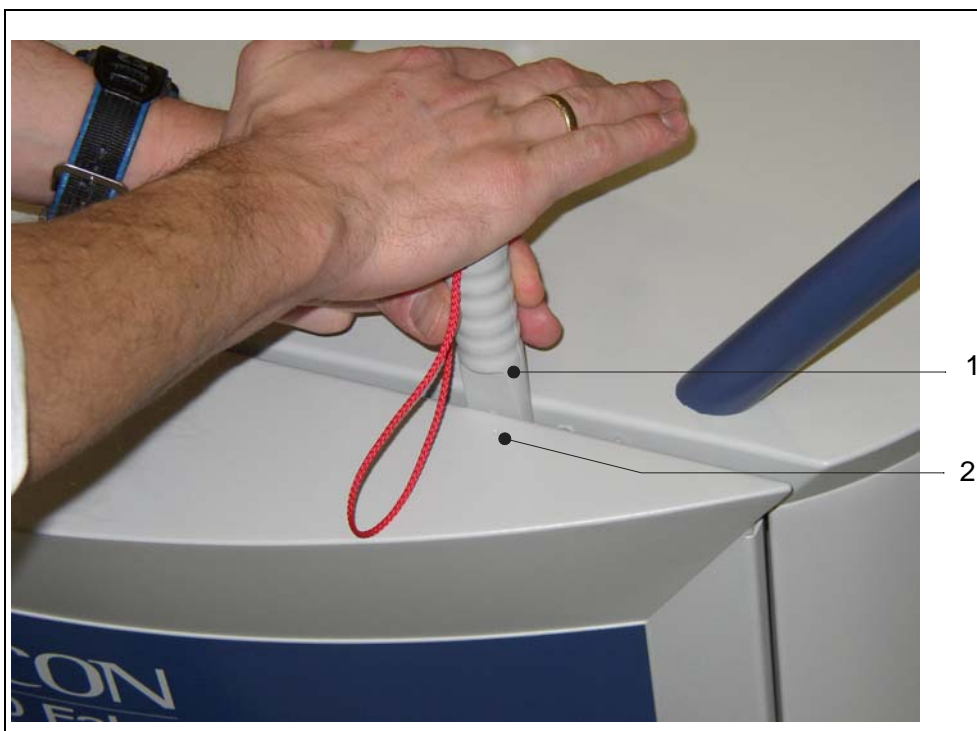

Fig. 9-1 Ouverture du UL5000
- Retirer les recouvrements latéraux à l'aide de l'outil spécialement prévu à cette fin comme indiqué sur l'illustration Fig. 9-1. Appuyer sur l'outil pour débloquer les recouvrements latéraux.
- L'endroit où l'outil doit être appliqué est marqué de deux points sur la face supérieure des recouvrements (voir Fig. 9-1/2).